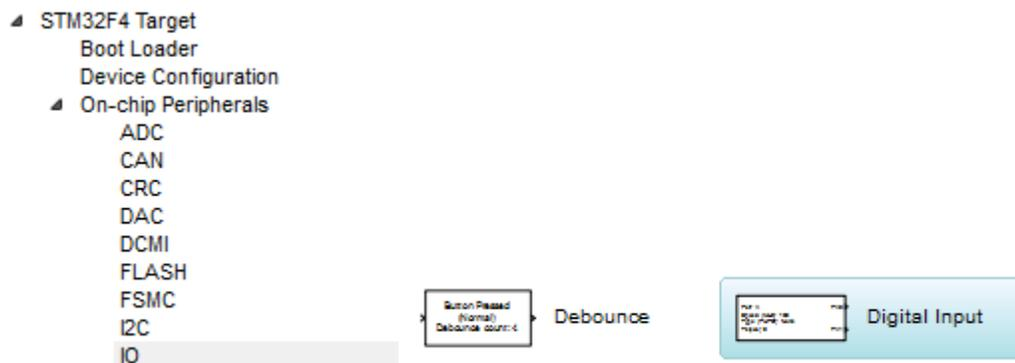

Figure 24 : Blocs Simulink pour Debounce et Digital Input
- glisser le bloc « *Debounce* » qui se situe dans la section « *On-chip peripherals/IO* » (figure 24).
- glisser le bloc « *Digital Input* » qui se situe dans la section « *On-chip peripherals/IO* » (figure 24).